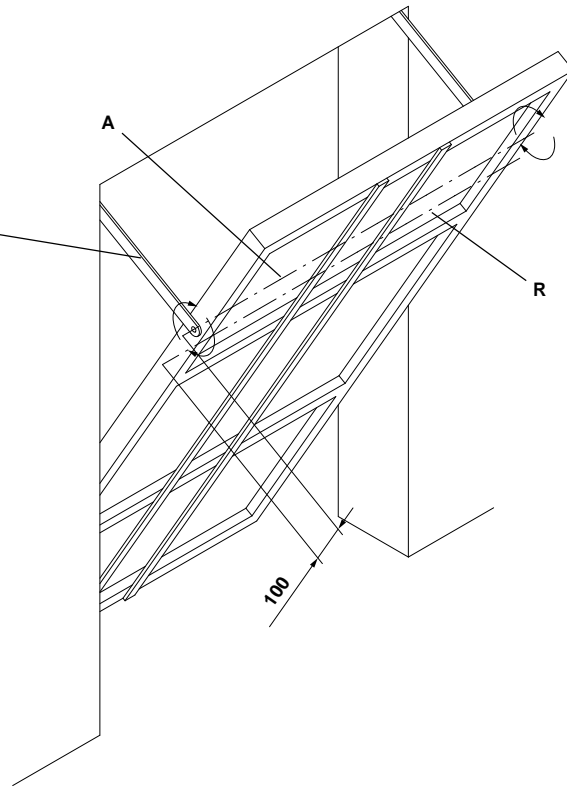
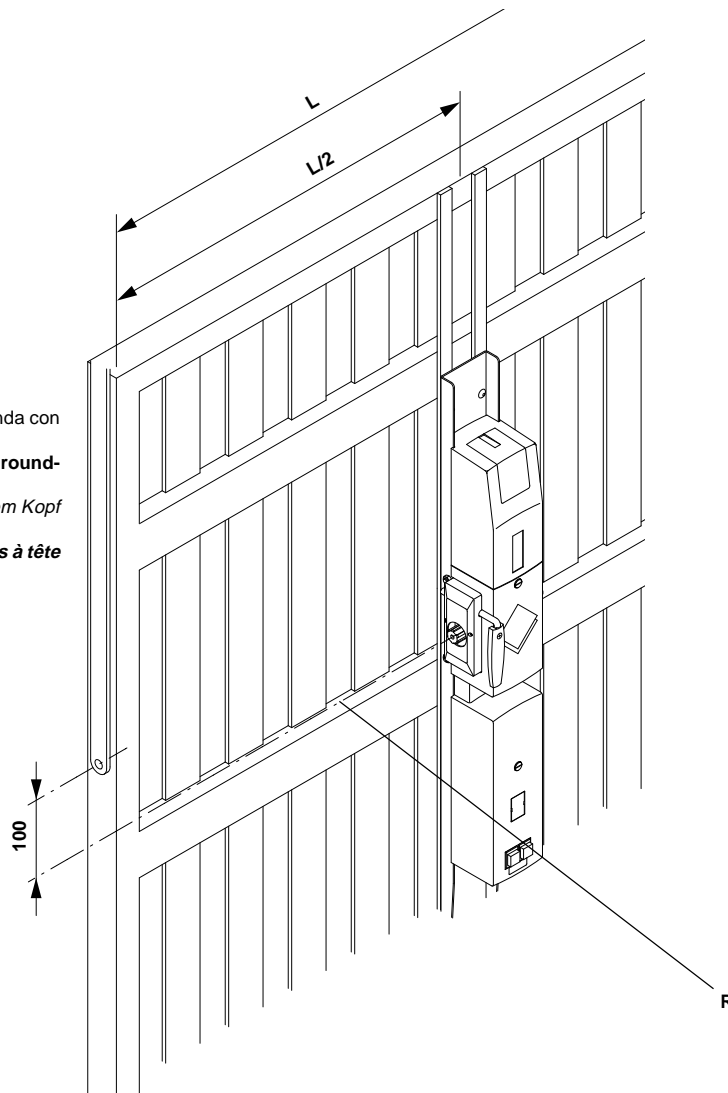

Fig.1
Fig.2
Individuato l'asse di rotazione della porta basculante A, determinare l'asse R passante inferiormente alla distanza di 100 mm (fig. 1); questo è l'asse dell'albero scanalato uscente dal motoriduttore.
Ancorare quindi la piastra del motoriduttore alla porta seguendo le indicazioni della fig. 2.
5.2 Once found the overhead door rotation axis A, determine axis R, 100 mm underneath (fig. 1); this is the splined shaft axis coming from the ratiomotor. Now, secure the ratiomotor base to the door as per fig. 2.
Fixer la plaque du moteur-réducteur au panneau de la porte en suivant les indications de figure 2.